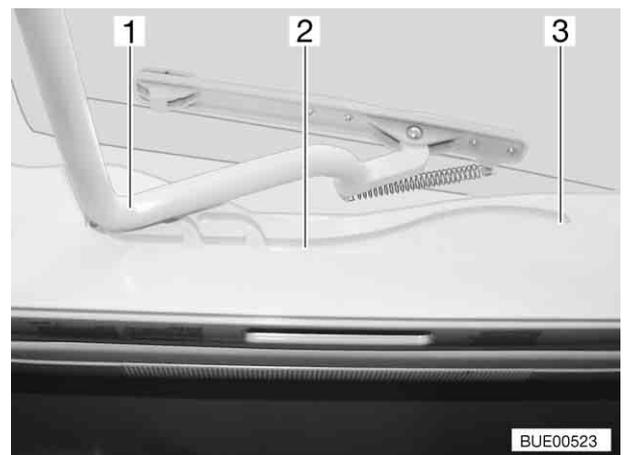

Bild 54 Führung Hebe-Kippdach
- Bügel (Bild 54,1) in den Führungen (Bild 54,2) bis in die hinterste Position (Bild 54,3) ziehen.
- Bügel (Bild 54,1) mit beiden Händen leicht nach oben drücken.
- Bügel in den Führungen (Bild 54,2) bis zur gewünschten Stellung ziehen.